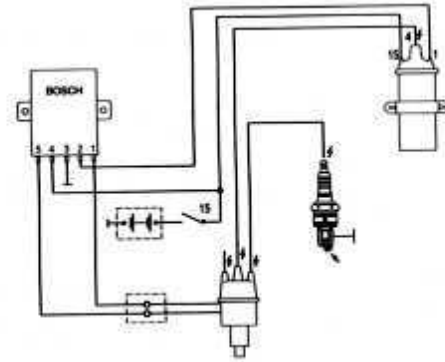

Figura 2.7
1) El sistema con módulo de encendido externo (Figura 2.7).